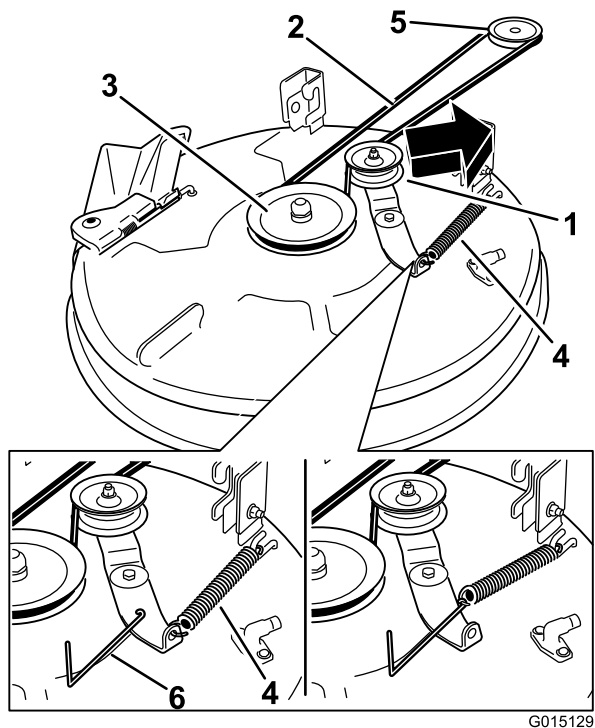

Figura 57
4. Servendovi di un attrezzo per la rimozione delle molle (n. cat. Toro 92-5771), sganciate la molla di rinvio dal gancio del piatto di taglio per eliminare la tensione dalla puleggia e togliete la cinghia dalle pulegge (Figura 57).
5. Montate la nuova cinghia attorno alla puleggia del motore ed a quelle del tosaerba (Figura 57).
6. Servendovi di un attrezzo per la rimozione delle molle (n. cat. Toro 92-5771), agganciate la molla di rinvio al gancio del piatto di taglio per mettere in tensione la puleggia tendicinghia e la cinghia (Figura 57).